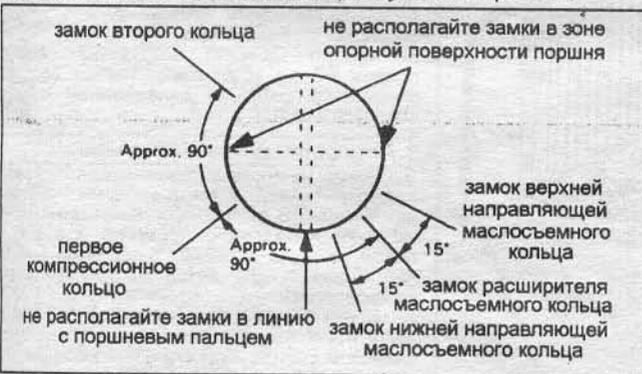

Рис. 24.5 Положение замков колец на поршне
5. Разведите замки поршневых колец, как указано на рис. 24.5.